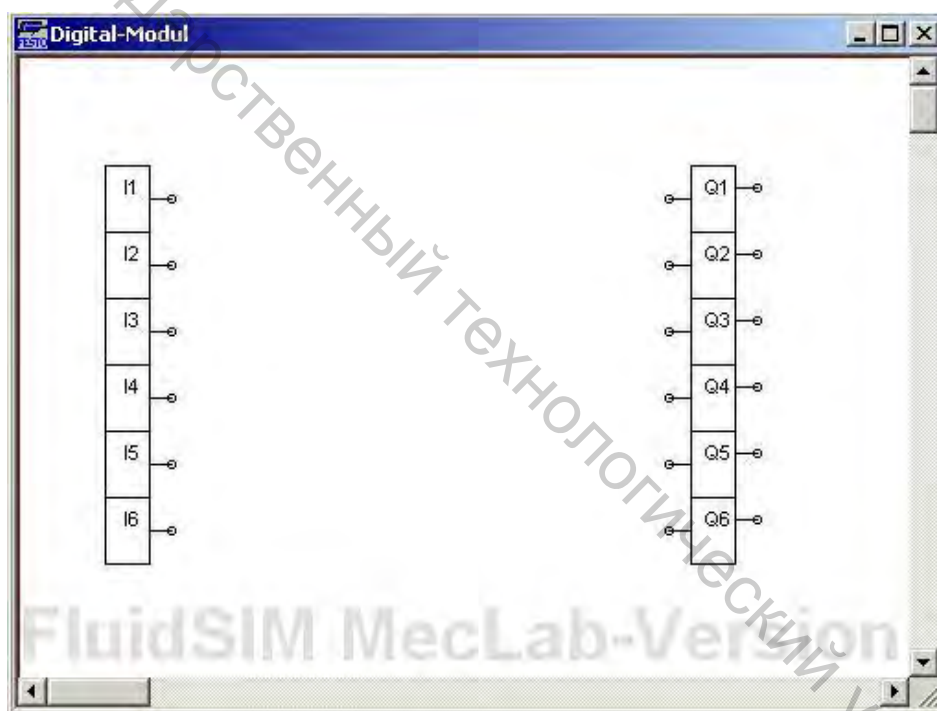

Рисунок 43 – Окно цифрового модуля
1.4. Запись подпрограммы в контроллер. Чтобы войти в логическую программу в цифровом модуле (ПЛК), цифровой модуль должен быть открыт двойным щелчком мыши на нем. Появится новое окно, содержащее входные и выходные каналы цифрового модуля (рис.43).